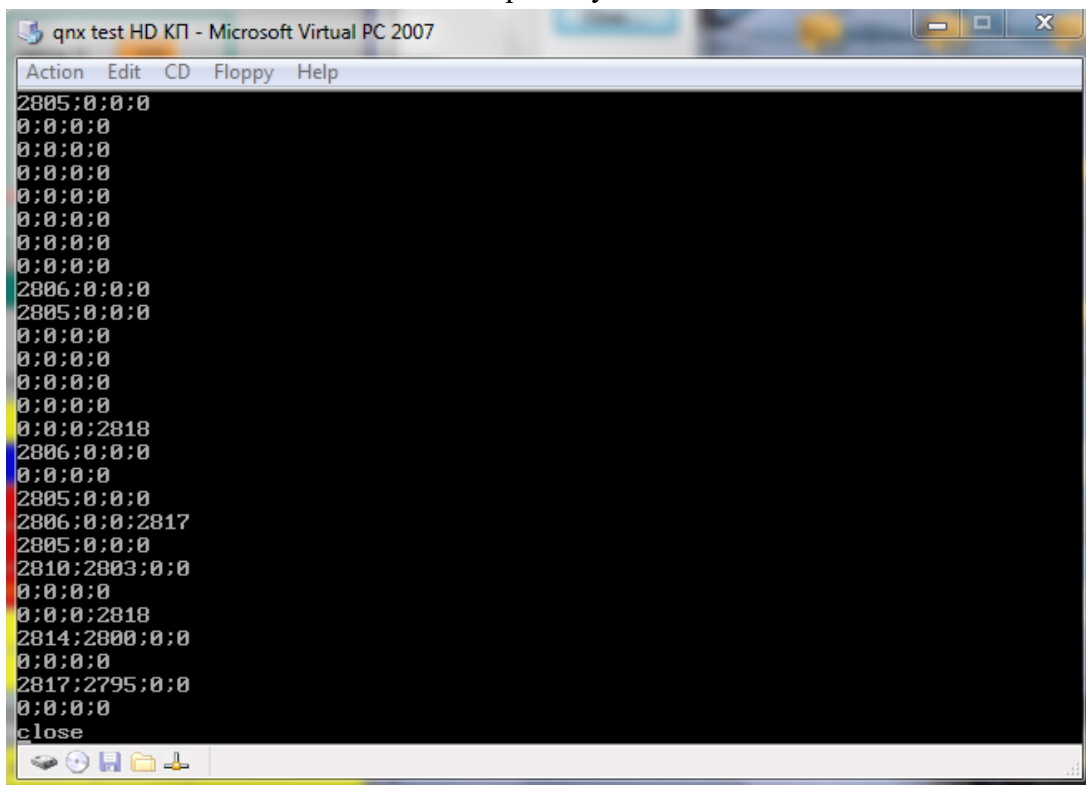

Рис.2 Окончание моделирования на КП 201
5. Спустя 3 минуты запустить на выполнение виртуальную машину КП201. При получении сообщения **«login:»** набрать **unicom**. Происходит старт ПО КП201 УНК ТМ Моркинского ЛПУ МГ ООО «Газпром трансгаз Нижний Новгород» для связи с ПУ и моделированием фрагмента тестовой информации с приемочных испытаний ПОНС в Моркинском ЛПУ МГ. Дальнейших действий на виртуальной машине КП 201 не требуется. В процессе выполнения моделирования информации программой **test\_wave** из файла **trend** на экране виртуальной машины появляются коды АЦП по 4-м датчикам давления. После окончания моделирования появляется сообщение **close** (Рис. 2).